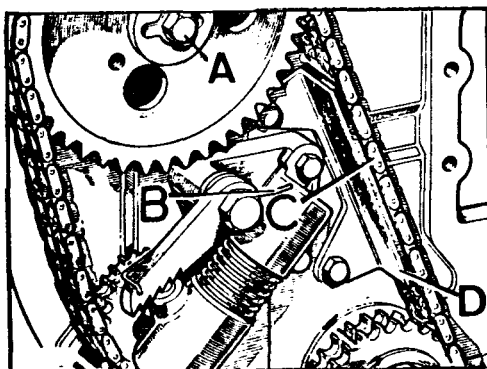

Fig. A1-J Montaje tensor hidráulico, patín y fijación engranaje árbol de levas
- 4.13. Montar la arandela de tope, freno y tornillo, A (Fig. A1-J) que fijan el engranaje del árbol de levas, dándole al tornillo un apriete de 3,75 á - - 4,25 kgm. (para rosca de 3/8" UNF). Si la rosca fuera M.10 el par de apriete sería de 2,25 á 2,75 kgm. Una vez apretado el tornillo, frenarlo con su chapa.